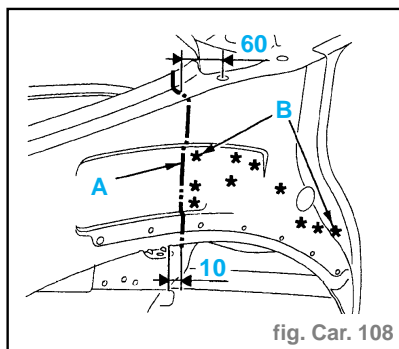

fig. Car. 108
- Tracer puis découper à l'aide d'une meule épaisseur **1 mm** (coupe provisoire) (suivant A) (fig. Car. 108).